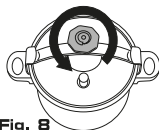

Fig. 8
- 10) Antes de retirar a tampa assegure-se de que toda a pressão existente no interior da panela de pressão foi retirada. Rode o manípulo no sentido contrário ao da flecha. **Fig.8.** Levante a tampa suavemente e faça-a deslizar horizontalmente ao longo do bordo da panela.